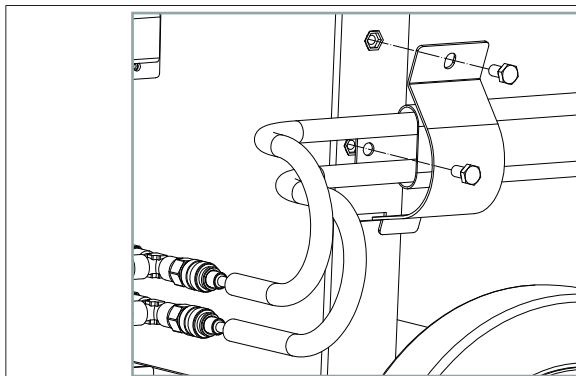
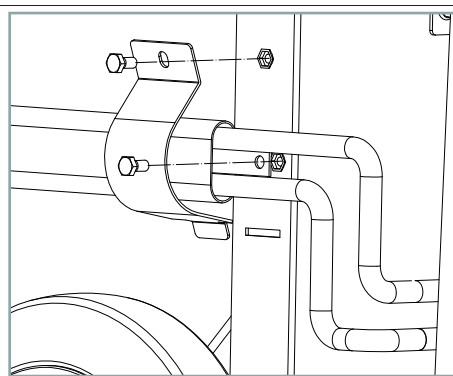

Fig. 28
Fig. 29
Fissare la guaina prolunga del carrello trainafilo **2** a lato destro del nuovo pannello porta bombola con la vite testa esagonale M6x12 e bloccarla utilizzando la flangia e la vite testa esagonale M6x12 (fig. 28).
Allo stesso modo fissare la guaina prolunga del carrello trainafilo **1** a lato sinistro del nuovo pannello porta bombola con la vite testa esagonale M6x12 e bloccarla utilizzando la flangia e la vite testa esagonale M6x12 (fig. 29).
*Fix the extension sheath of the wire feeder trolley **2** to the right side of the new cylinder holder panel with the M6x12 hex head screw and lock it using the flange and the M6x12 hex head screw (fig. 28). In the same way, fix the extension sheath of the wire feeder unit **1** to the left side of the new cylinder holder panel with the M6x12 hex head screw and lock it using the flange and the M6x12 hex head screw (fig. 29).*
Fije la funda de extensión del carro arrastrahilo **2** al lado derecho del nuevo panel portabombonas con el tornillo de cabeza hexagonal M6x12, y fijela usando la brida y el tornillo de cabeza hexagonal M6x12 (fig. 28). De la misma manera, fije la funda de extensión del carro arrastrahilo **1** al lado izquierdo del nuevo panel portabombonas con el tornillo de cabeza hexagonal M6x12 y bloquéelo utilizando la brida y el tornillo de cabeza hexagonal M6x12 (fig. 29)